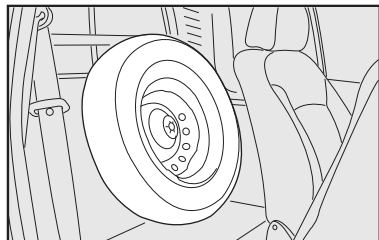

fig. 5
- Conforme a versão, desatarraxar o pino-suporte da roda sobressalente **A**—**fig. 5, 6, 7** ou **8** e retirá-la de sua sede **B**—**fig. 5, 6, 7** ou **8**.
- Para algumas versões, o estepe é fixado com parafuso-suporte **A**—**fig. 5, 6, 7** ou **8** e para retirá-lo de sua sede **B**—**fig. 5, 6, 7** ou **8** deve-se utilizar a chave de roda fornecida com o veículo.
– Colocar a roda substituída em uma de suas sedes (na cabine de passageiros ou no compartimento de carga) fixando-a adequadamente com o pino-suporte ou chave soquete (quando disponível) **A**—fig. 5, 6, 7 ou 8.